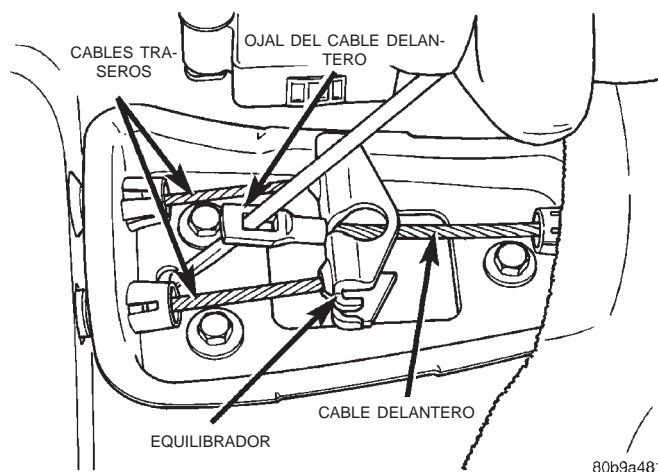

Fig. 47 Ojal del cable delantero
(1) Retire la consola del centro, consulte el grupo 23, Carrocería.
(2) Levante el asiento trasero y la alfombra que cubre los cables del freno de estacionamiento.
(3) Coloque un destornillador a través del ojal del cable delantero (Fig. 47) y haga palanca hacia atrás en el cable delantero.